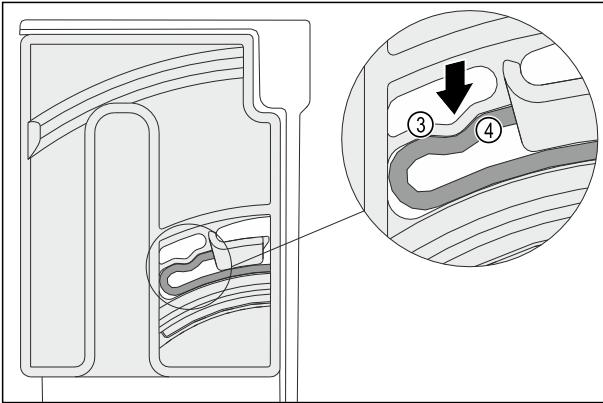

Fig. 120
- Çevirme ünitesinin esnek elemanı Fig. 120 (3), oluğun Fig. 120 (4) yuvarlak şekline duyulacak şekilde yerleşir.